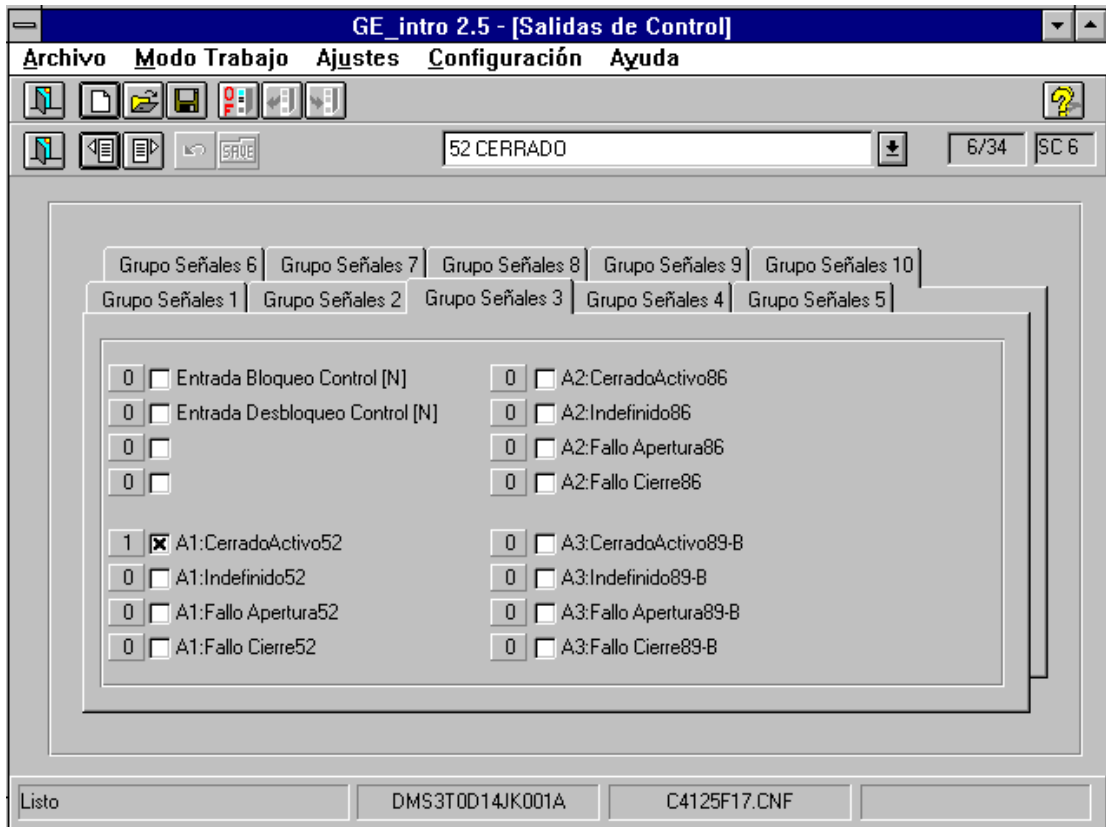

Figura 30. Asignación de Salidas.
El ejemplo de la Figura 30 sirve para explicar la manera de configurar este grupo de ajustes. En este caso la salida se activa cuando el interruptor (52) esté cerrado:
- El texto “A1:CerradoActivo52” hace referencia a la “Señal de Control” elegida. En este caso se refiere al estado cerrado o activo de la apartamenta 1 (que el usuario configuró como interruptor (52)).